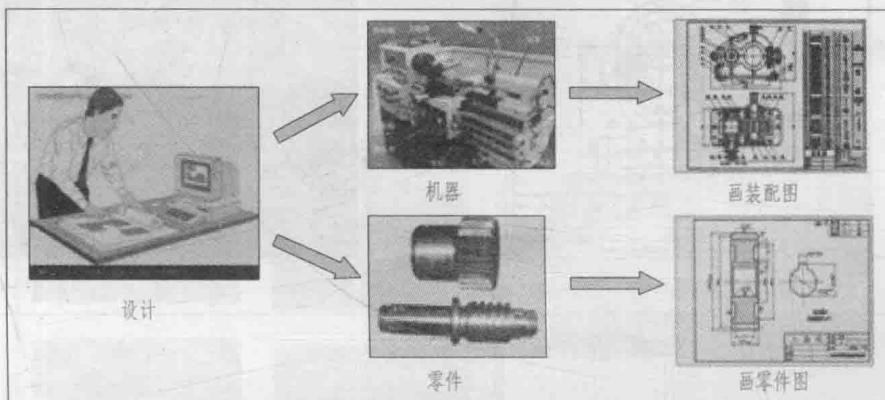

图 1-11 设计师与机械制图
1. 设计师的工作——绘制机器装配图和零件图（图 1-11）